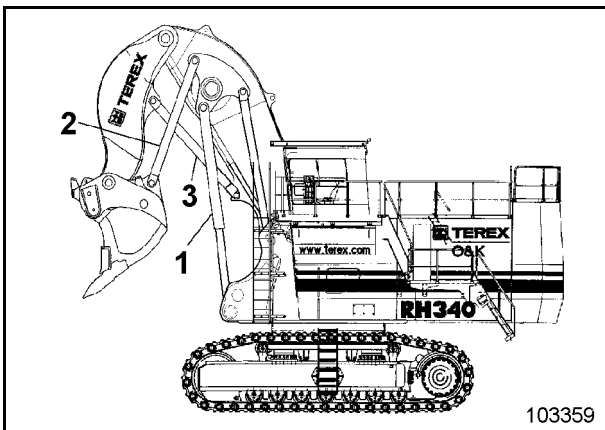
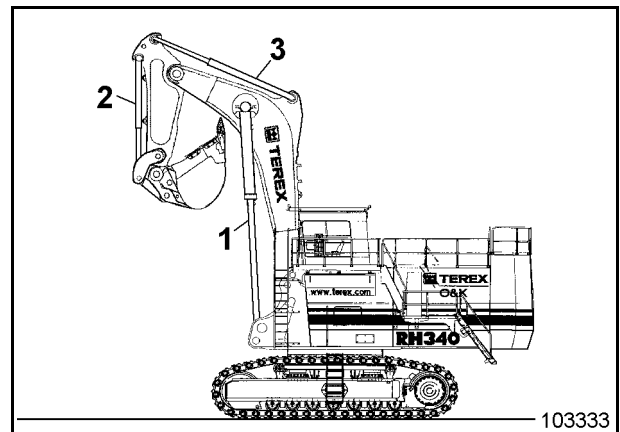

Fig. 2-96:
Fig. 2-97:
Llevar la cuchara cargadora o la cuchara hacia abajo cerca del suelo (Fig. 2-96: / Fig. 2-97:). Poner el equipo de trabajo, sin embargo, en la posición inclinada para cargar uniformemente el mecanismo de translación.
Equipo de cuchara cargadora (Fig. 2-96:)
- Hacer entrar el cilindro de la cuchara 2 y el cilindro de la pluma 3 hasta que se haya alcanzado la posición del equipo de trabajo (Fig. 2-96:).
Equipo de cuchara hacia abajo (Fig. 2-97:)
- Hacer entrar el cilindro de la cuchara 2 y el cilindro de la pluma 3 hasta que se haya alcanzado la posición del equipo de trabajo (Fig. 2-97:).